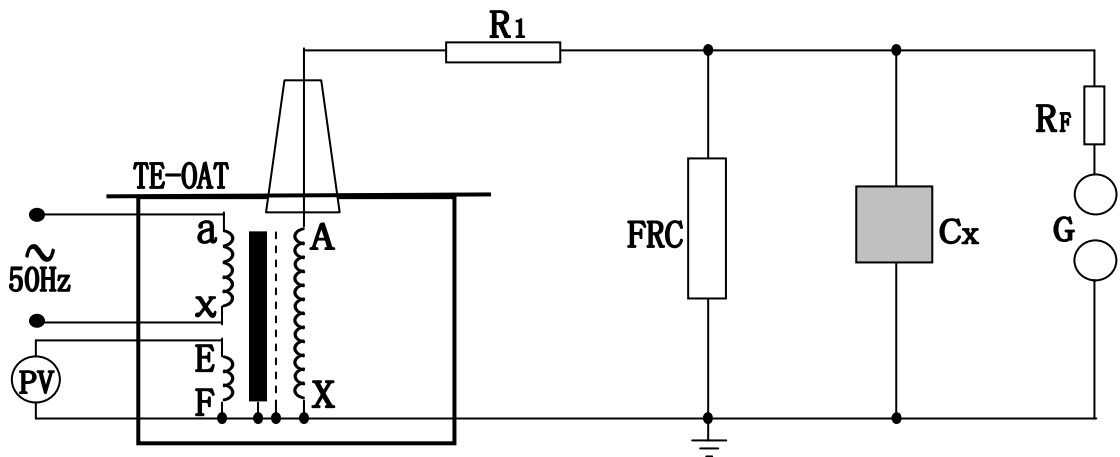

图 6：被试品工频耐压试验接线图
1、 TE-OAT 试验变压器做被试品的工频耐压试验使用接线原理图见图 6。
在工频耐压试验中，低电压侧测量电压(仪表电压)不是非常准确的，其原因是由于试验变压器存在着漏抗，在这个漏抗上必然存在着压降或容升，使试品上的电压低于或高于低压侧测量电压表上反映出来的电压。工频耐压试验时，被试品上的电压高于试验变压器的输出电压，也就是所谓容升现象。感应耐压试验时，试验变压器的漏抗必然存在着压降。为了准确测量被试品上所施加的电压，因此常在高压侧接入 FRC 阻容分压器来测量电压(见图 6)。